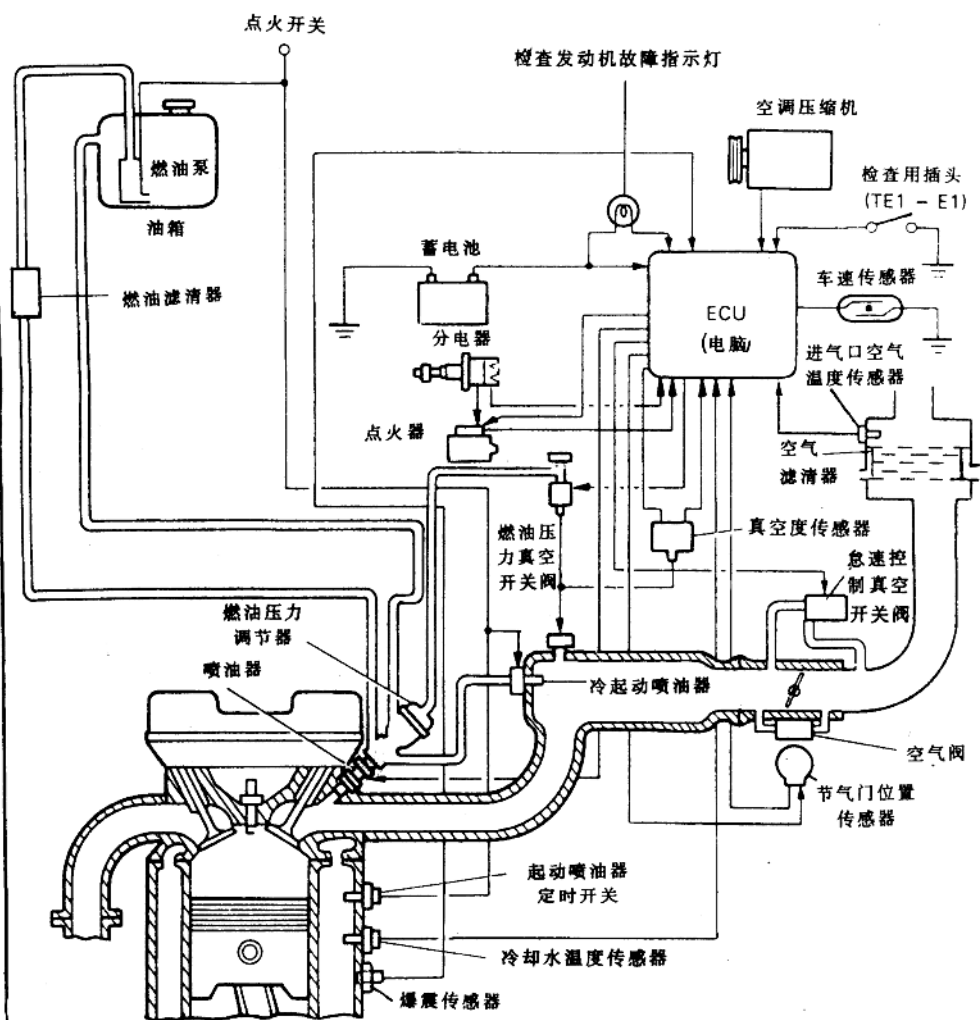

图 1-4
4. 4A-GE 型发动机装用真空度传感器, 属于 D 型空气管理(图 1-4)。